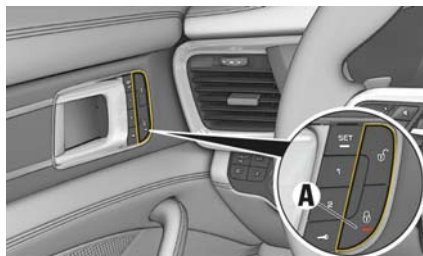

図 80：ドア・パネルのセントラル・ロックング・ボタン
- ▶ ドア・パネルの  ボタンを押してください (図 80)。